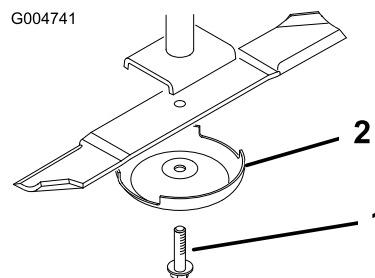

Figura 89
3. Retire del eje de la cuchilla el perno de la cuchilla, el protector de césped y la cuchilla (Figura 89).